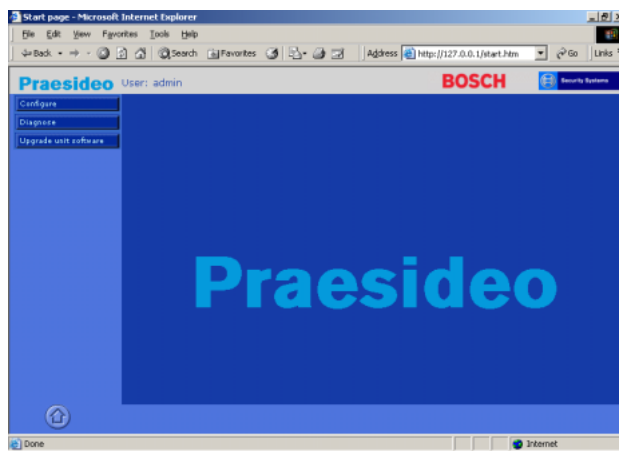

figura 26.10: Pagina di avvio dell'interfaccia web.
- 5 Inserire il nome utente nel campo *User Name*, inserire la password nel campo *Password* e fare clic su *OK* per aprire l'interfaccia web. Appare una schermata simile a quella in figura 26.10.